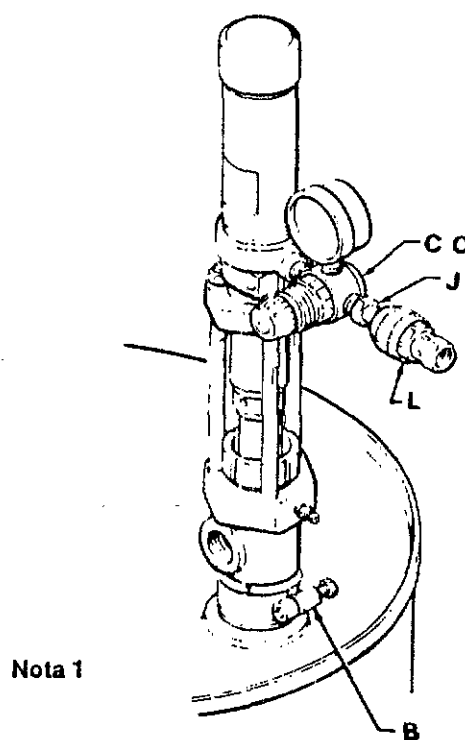

Fig. 2
Vrid på lufttillförseln och anslut luftledningskopplingen (L), med luftventil (K) eller luftregulator (CC) stängda. Se fig 2 eller 3. Kontrollera att alla ventiler som används vid matning är öppna.